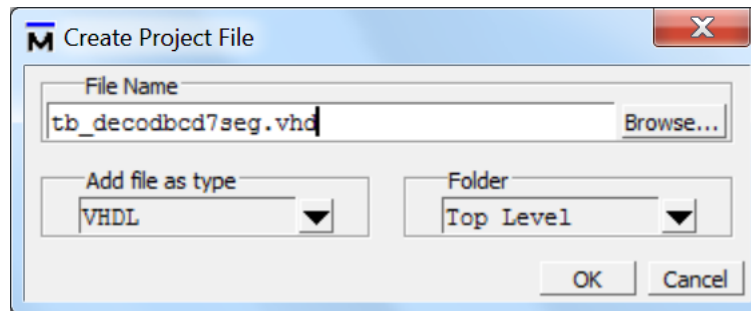

Figura 7.- Nombre del fichero
2. En la ventana que aparece, escriba en el campo **File Name** el nombre del nuevo fichero, **tb_decodBCD7seg.vhd** (figura 7), y pulse el botón **OK**.